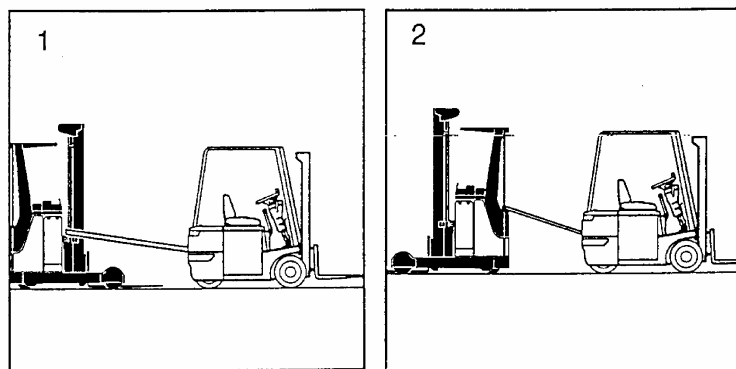

Fig. 2.20-1
Ligar o mastro (*Fig. 2.20-1; item 1*).
Ligar os suportes pela proteção do operador (*Fig. 2.20-1, item 2*).